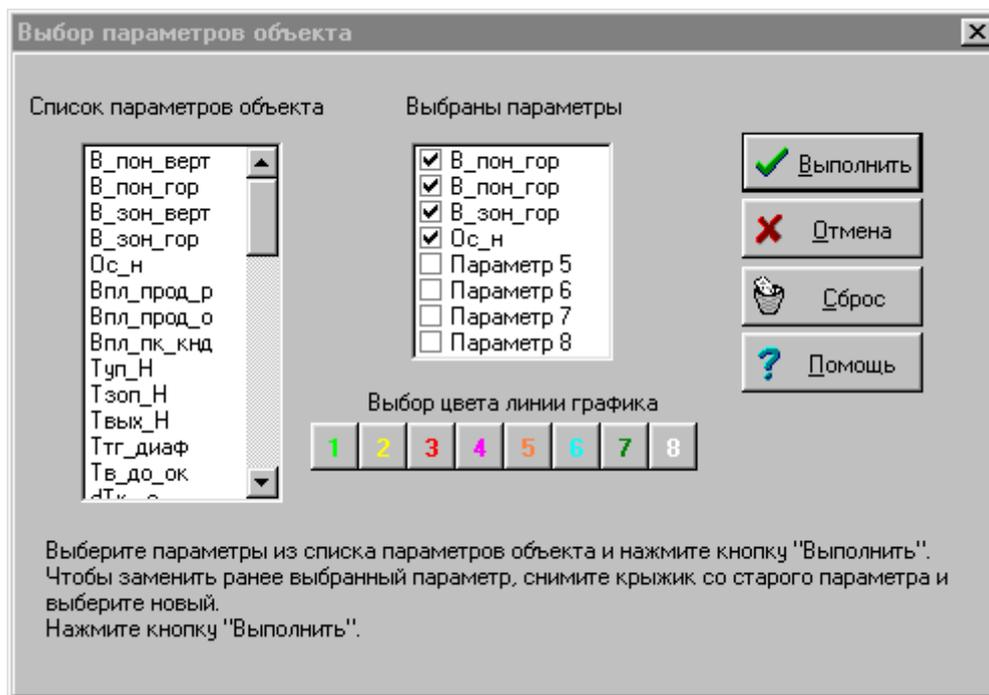

Рисунок 59 - Форма выбора параметров архивного файла
- активизируйте форму выбора параметров объекта, рисунок 59;
Но если возникла необходимость администратору системы удалить их раньше контрольного времени, то такая возможность предусмотрена в программе ЦСД. Для активизации формы удаления архивных файлов, рисунок 59, щелкните кнопкой манипулятора «мышь» по кнопке «Удаление файлов» на форме «Архивные файлы», в соответствии с таблицей 18.